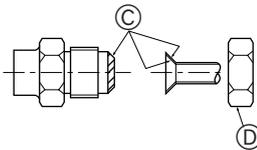

Fig. 4-1
4.2. Aansluiten van de pijpen (Fig. 4-1)
- Doe een dun laagje koelmachineolie op de leiding en het aansluitingsoppervlak voordat u de "flare"-moer vastdraait. (A)
- Draai met gebruik van twee pijptangen de aansluitende leidingen vast. (B)
- Breng koelolie aan op de aansluitingsoppervlakken. (C)
- Gebruik de flensmoeren voor de volgende pijpafmetingen. (D)
- (A) (Fig. 4-1)
- (B) (Fig. 4-1)